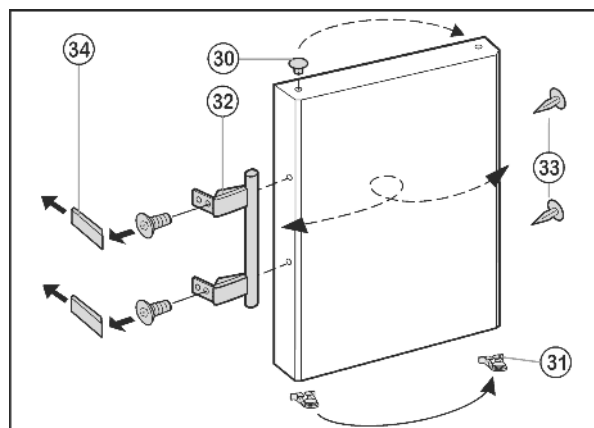

Fig. 11
- ▶ Haal *Fig. 11 (30)* de stop uit de deurlagerbus en plaats hem om.
- ▶ Demonteer deurgreep *Fig. 11 (32)*, stop *Fig. 11 (33)* en drukplaten* *Fig. 11 (34)* en monteer ze aan de tegenoverliggende kant.